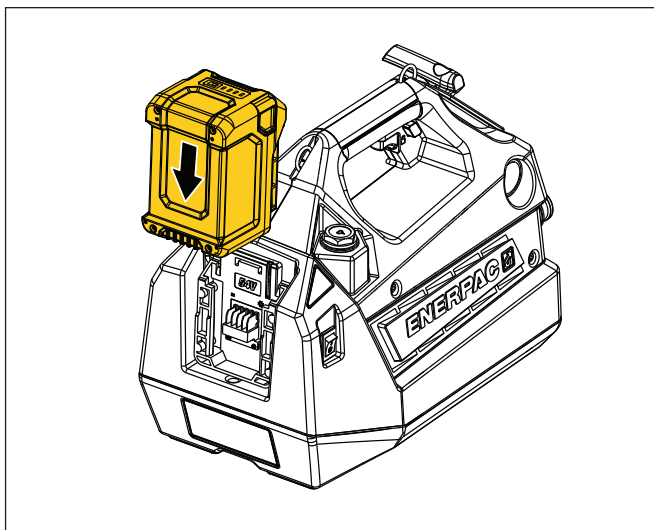

Figura 3: Instalação da Bateria (típica)
- **Para instalar a bateria:** Deslize a bateria totalmente na interface da bateria da ferramenta à bateria até que ela pare. Certifique que a bateria esteja bem travada no lugar. Veja Figura 3.